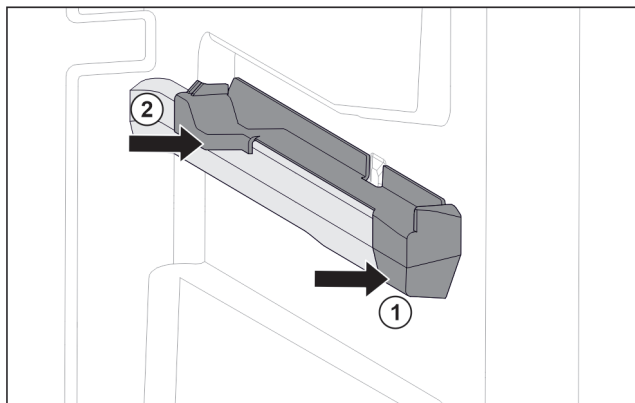

Fig. 57 Påsætningsdel på den højre beholderrist
- ▶ Sæt den forreste del af påsætningsdelen på beholderristen. Fig. 57 (1)
- ▶ Tryk den bageste del af påsætningsdelen på. Fig. 57 (2)